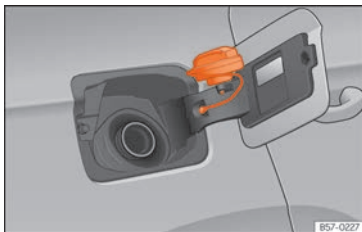

Abb. 188 Tankklappe mit aufgestecktem Tankverschluss.
- Platzieren Sie den Verschluss in der Aussparung, die sich im Scharnier der geöffneten Tankklappe befindet » (Abb. 188).